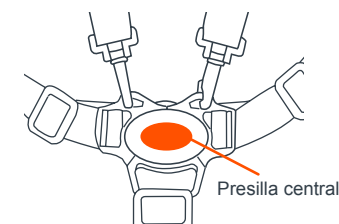

Fig. 14a
- 14) • Para soltarlas, presione el botón rojo en la presilla central para destrabar las dos hebillas del arnés (Fig. 14a).